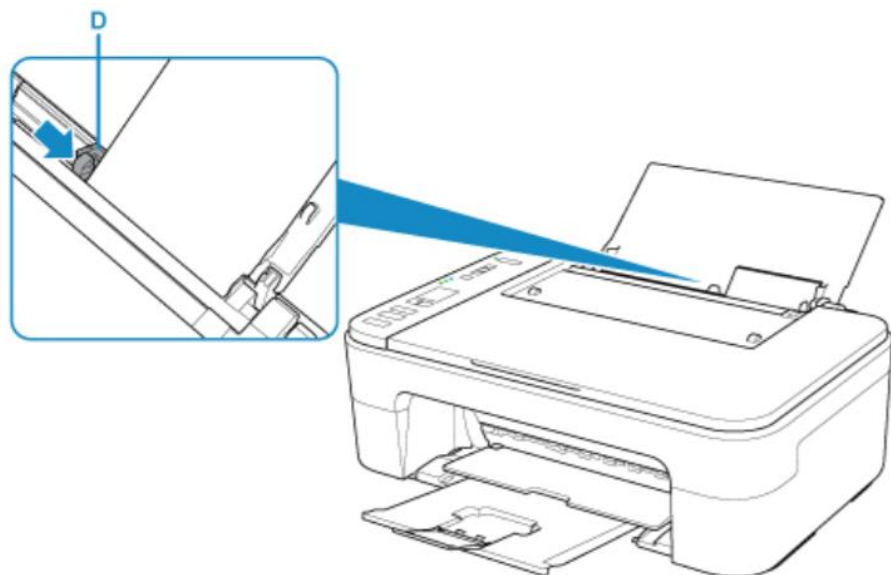

Рисунок 2.4 – Останній етап зарядки БФП
4. Відрегулювати напрямну паперу (D) по лівому краю паперу. Не слід занадто сильно притискати напрямну паперу до стопки. Можливі збої під час подачі паперу (див. рис. 2.4).